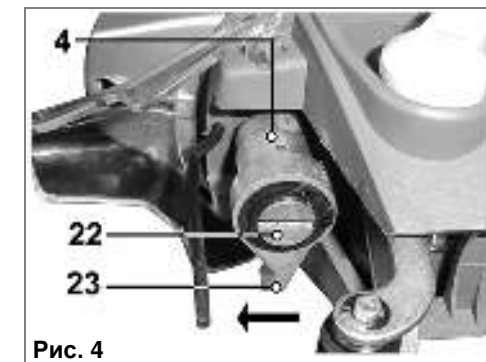

Рис. 4
**7.2. Установка пильного полотна в быстрозажимной держатель (Рис.4).** Для модели ЛЭ-600/60ЭМ.
7.2.4. Для извлечения пильного полотна (15) из держателя (4) переместите рычаг (23) в направлении указанном стрелкой на рис. 4.